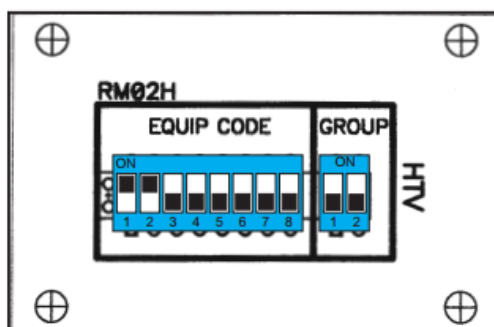

Figura 16 – *EQUIP CODE* NICO
2. Fijar el código del equipo *EQUIP CODE* con una combinación de posiciones que deberá coincidir con la combinación fijada al mando inalámbrico (Figura 16 – *EQUIP CODE*).